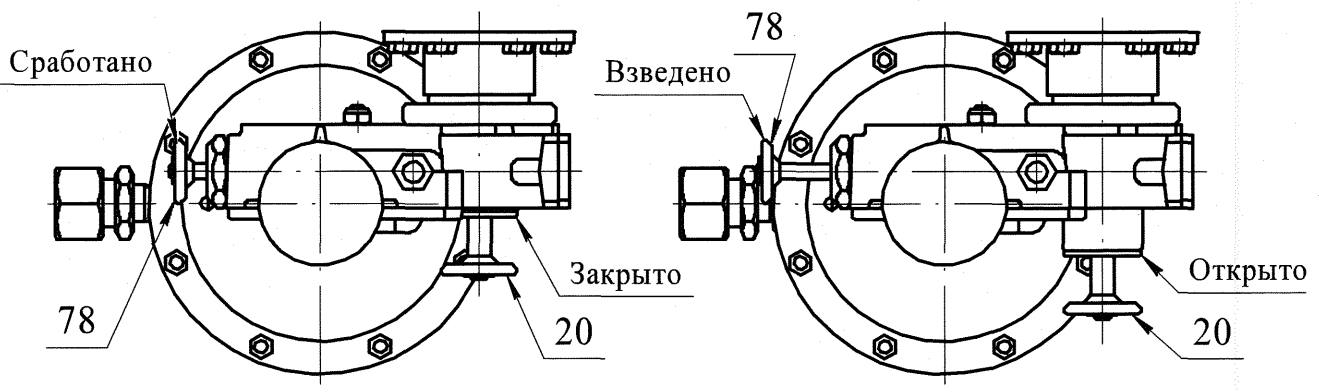

Рисунок 6
- рукоятка открытия ПЗК находится в положении «ЗАКРЫТО», рисунок 6;
Справ. №	<p>10.6 Пуск в работу регулятора при настроенном механизме настройки ПЗК и пилоте:</p> <ul style="list-style-type: none"> <li>- запорные устройства перед регулятором и за регулятором закрыты;</li> <li>- рукоятка открытия ПЗК находится в положении «ЗАКРЫТО», рисунок 6;</li> <li>- при наличии на импульсных трубопроводах запорных устройств, произвести их открытие;</li> <li>- медленно открыть запорное устройство перед регулятором;</li> <li>- рекомендуется немного (до 1/3) приоткрыть кран сбросного трубопровода («свечу») на участке выходного газопровода от регулятора до запорного устройства, для предотвращения скачка давления в момент пуска регулятора;</li> <li>- открыть перепускной клапан ПЗК 16, потянув ручку 20 (давление в выходном газопроводе начнет возрастать) рисунки 1 и 6;</li> <li>- после перепуска давления в выходную полость регулятора (давление после регулятора выросло) и облегчения движения ручки 20, потянуть колпачок взвода 78 (рисунки 2 и 6) до зацепления бойка 81 (если в момент открытия затвора, давление поднялось значительно выше рабочего, необходимо произвести его сброс через сбросной трубопровод «свечу» до рабочего, для осуществления зацепа);</li> <li>- потянуть ручку 20 дальше до фиксации, что соответствует полному открытию клапана ПЗК 15;</li> <li>- медленно приоткрыть (до 1/3) запорное устройство после регулятора;</li> <li>- закрыть кран сбросного трубопровода («свечу») на участке выходного газопровода от регулятора до запорного устройства;</li> <li>- подождать пока давление на выходе регулятора стабилизируется (установится стабильное настроенное давление в выходном газопроводе) и плавно открыть запорное устройство за регулятором до конца (если давление в выходном трубопроводе значительно ниже установочного значения, полное открытие этого запорного устройства следует замедлить до тех пор, пока выходной трубопровод не заполнится газом).</li> </ul>